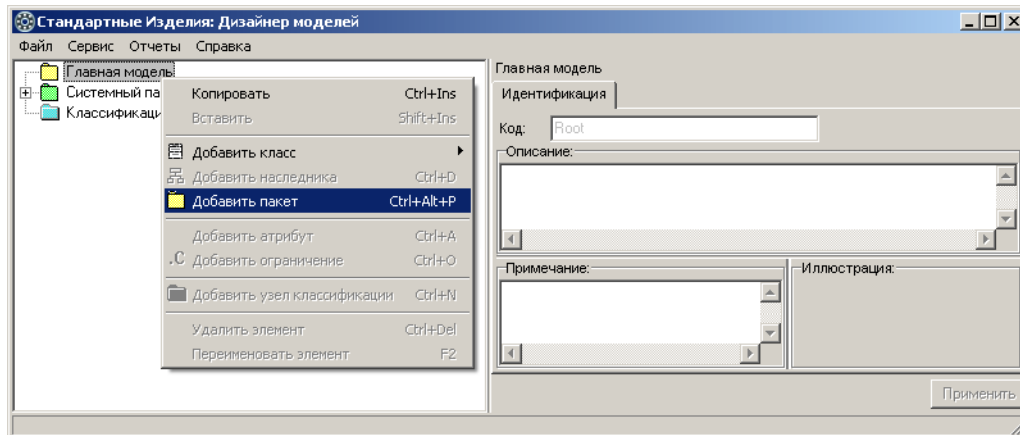

Рис. 3.3.
1. Укажите пакет *Главная модель* и вызовите из контекстного меню команду **Добавить пакет** или нажмите клавиши `<Ctrl>+<Alt>+<P>` (рис. 3.3).